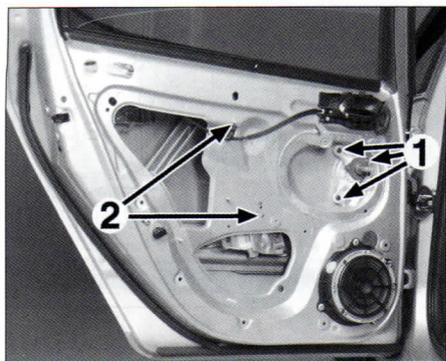

FIG. 34
- Desmontar la luna deslizante. Desmontar los tres tornillos de fijación (1) del elevallunas manual o del motor de elevallunas (fig. 34). Sacar los conectores de motor de elevallunas y desmontarlo. Despegar la hoja de estanqueidad del motor de elevallunas.